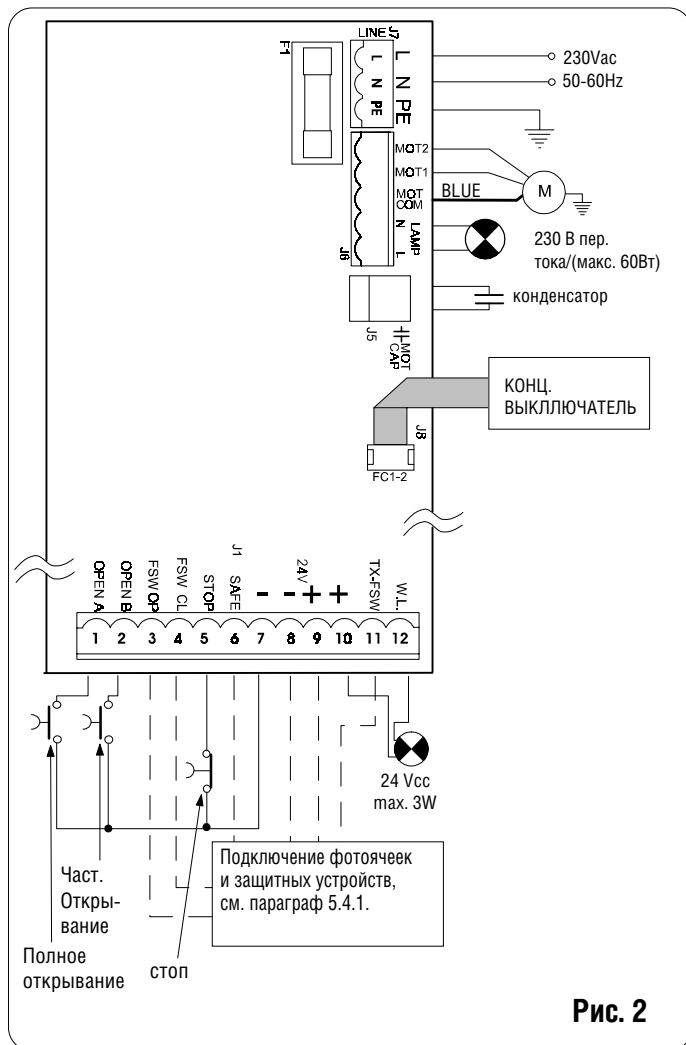

Рис. 2
1.4.2. J7 Клеммная колодка - питание 220В (рис. 2)
1.4.3. J6 разъем на блоке служит для подключения к блоку электродвигателя и сигнальной лампы (рис. 2)